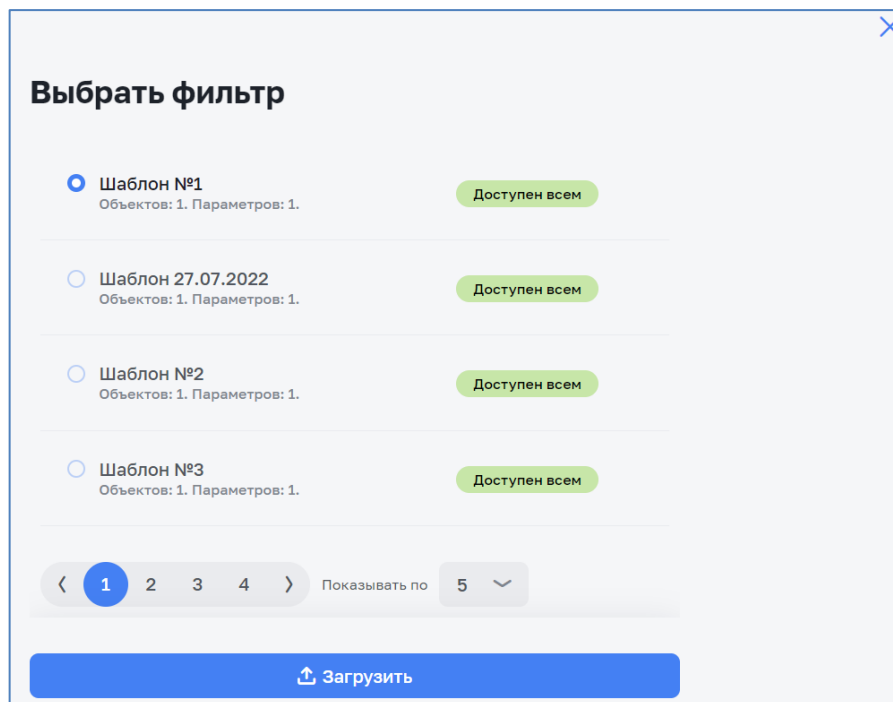

Рисунок 103 – Экранная форма выбора фильтра
- выбрать фильтр и загрузить его (см. Рисунок 103);